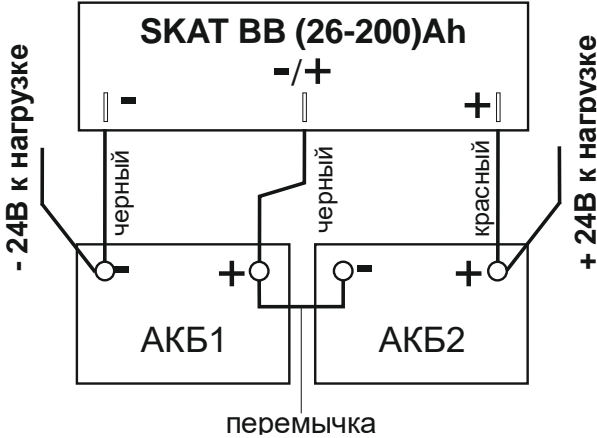

Рисунок 5 – Схема подключения с двумя АКБ
- Подключить перемычки АКБ из комплекта поставки к клеммам на плате внутри корпуса изделия – красный провод к клеммам «+», черный (синий) к клеммам «-» (см. рисунок 5);